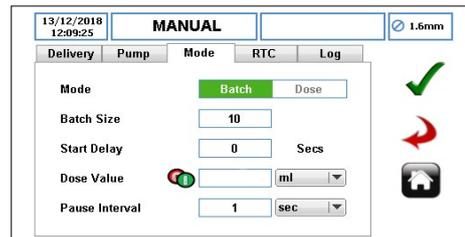

Figure 53 Taille de la série sélectionnée
- ▶ Lorsque vous appuyez sur « ✓ », le nombre de doses s'affiche dans la case correspondant à la taille de la série, comme indiqué à la figure 53.